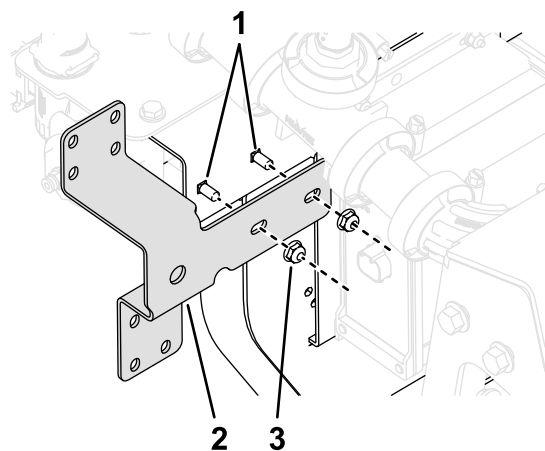

图 36
13. 如 图 36 所示用 2 个车身螺栓 1/4-20 x 5/8 英寸和 2 个锁紧螺母 1/4-20 英寸将控制阀支架总成安装到机器上上紧螺栓扭矩至 1012N·m。